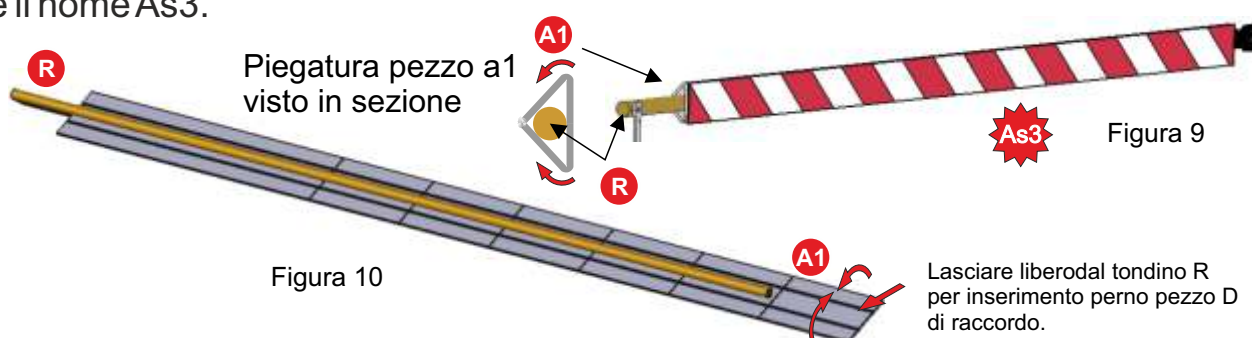

Figura 9
7) Si consiglia di provare i passi descritti nella questa sezione prima della verniciatura descritta di seguito. Piegare il pezzo A1 come mostrato in figura 10 quindi verniciarlo con bianco 22-108 insieme al tondino R (solo parte sporgente). Inserire poi il tondino R all'interno della del pezzo A1 piegato. L'interno del pezzo A1 andrà lasciato libero da un lato per poterlo raccordare al perno del pezzo D (vedi figura 10). Applicare infine la decals F nella parte piana come mostrato in figura 9. La parte così composta prende il nome As3.